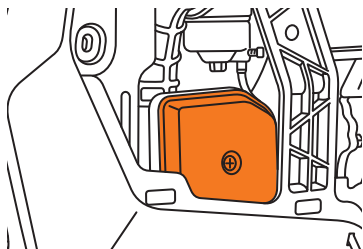
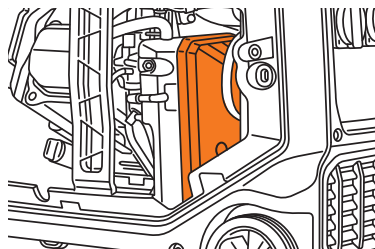

Рис. 18
Рис. 19
- Откройте крышку воздушного фильтра модель **GDA 2500Si** (Рис. 18), модель **GDA 4500SEi** (Рис. 19).